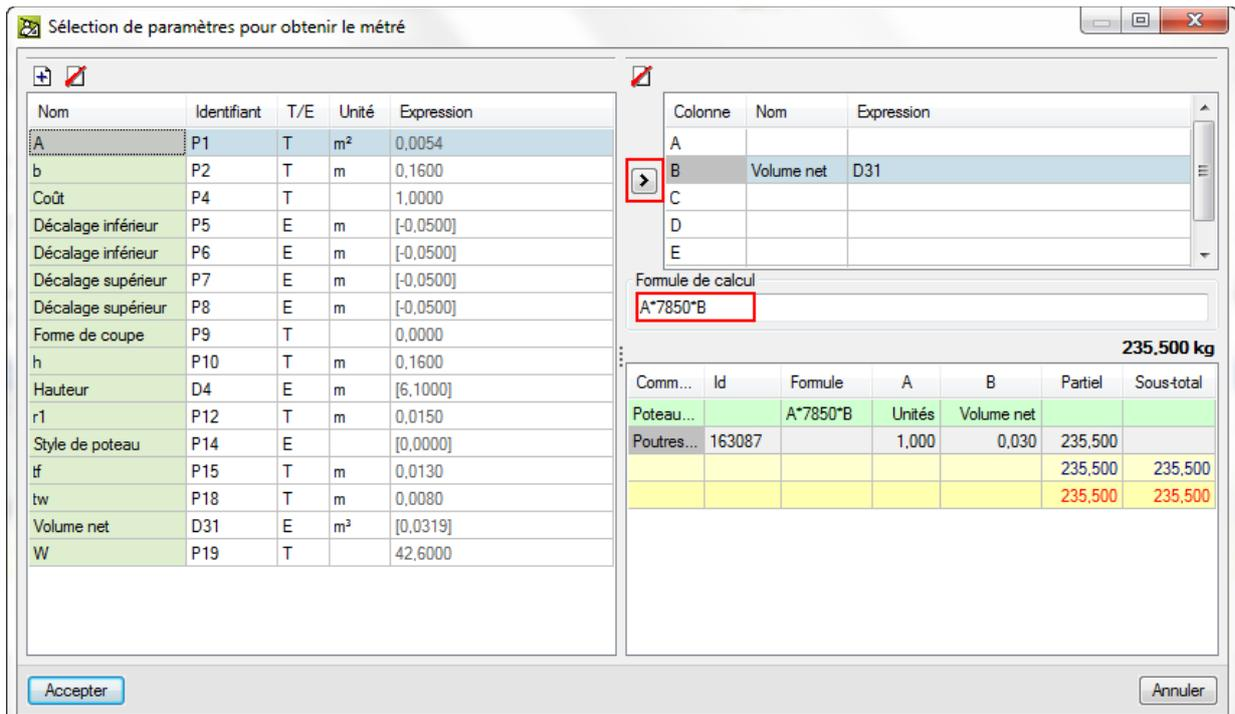

Fig. 49
- Sectionnez par exemple le paramètre 'Volume net', placez-vous sur la ligne 'B' du tableau de droite de la fenêtre ' Sélection de paramètres pour obtenir le mètre' et cliquez sur le bouton . Le paramètre se copiera dans ce tableau Fig. 49.
- Dans la zone 'Formule de calcul', introduisez l'expression  $A*7850*B$  et cliquez sur le bouton 'Accepter' Fig. 49. Cette expression multiplie la colonne A, qui représente le nombre d'unités, par la masse volumique de l'acier  $7850 \text{ kg/m}^3$ , et par la colonne B, qui représente le volume net ( $\text{m}^3$ ) pour obtenir le poids en kg. On obtient le résultat de la Fig. 50.